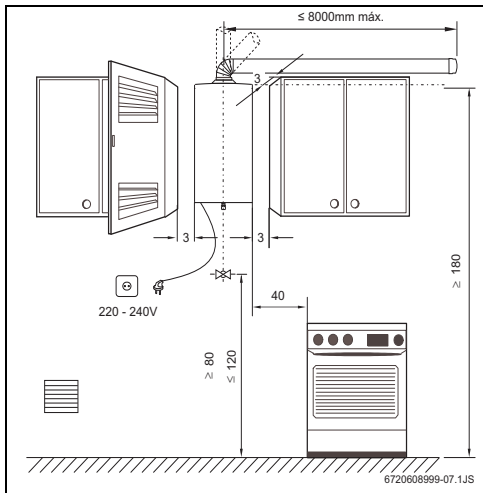

Fig. 14 Distâncias mínimas
- Respeitar as medidas mínimas de instalação indicadas na Fig. 14.